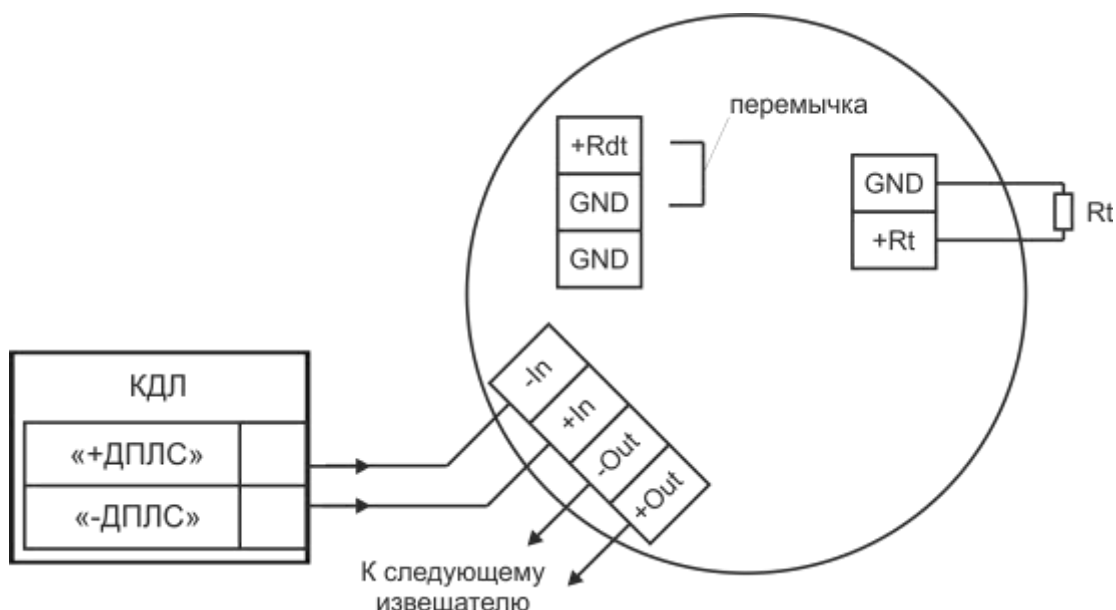

Рисунок 3 – Типовая схема включения извещателя в двухпроводную линию связи КДЛ
2.2.1 Выбор температурного класса извещателя производится установкой резистора R_t в клеммы GND и +Rt (см. таблицу 2, рисунок 3).
2.2.2 Установка дифференциального режима (R) осуществляется перемычкой (джампером) между контактами +Rdt и GND (см. таблицу 3, рисунок 3).
- резистора R_t в клеммы GND и +Rt (см. таблицу 2, рисунок 3);
- перемычки на контакты +Rdt и GND (см. таблицу 3, рисунок 3).
- осуществить монтаж соединительного кабеля в кабельном вводе и соединить проводники в соответствии со схемой подключения (см. рисунок 3).